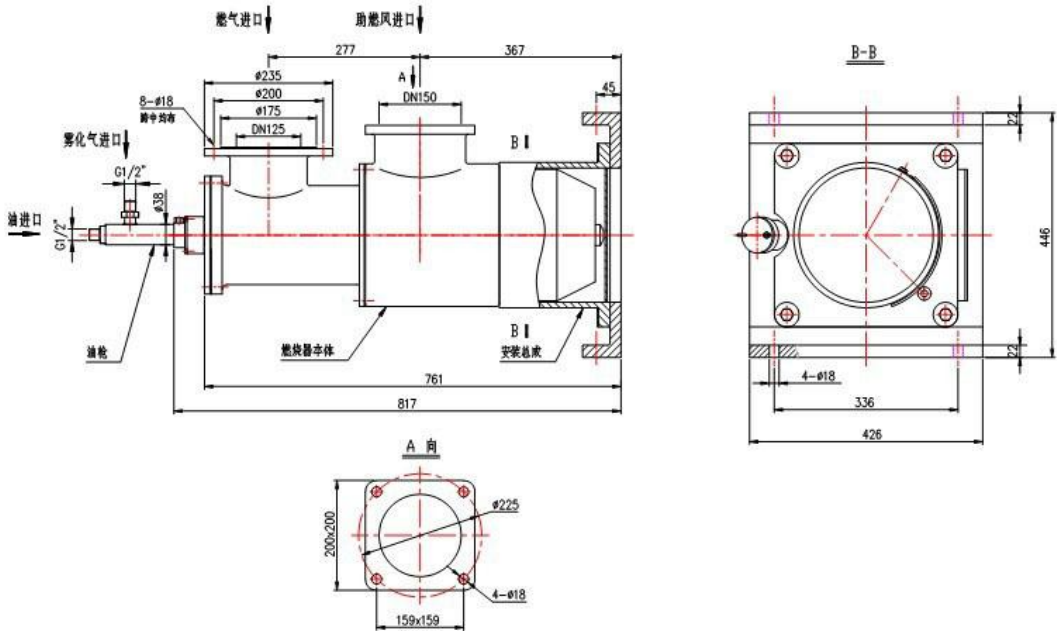

图 10、JDC-YJ150B 型燃烧器外形图及安装示意图
4... JDC-YJ150B 型技术性能参数：(外形安装图见图 10)